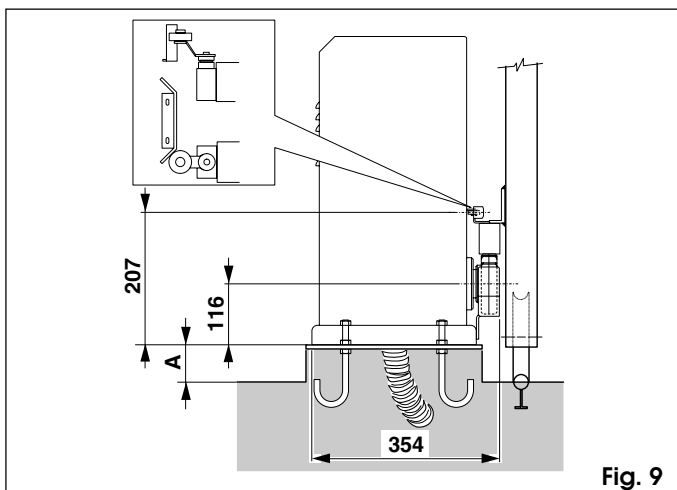

Fig. 9
N.B.: Il est préférable que la plaque de fondation dépasse du sol de la cote A indiquée fig. 9.